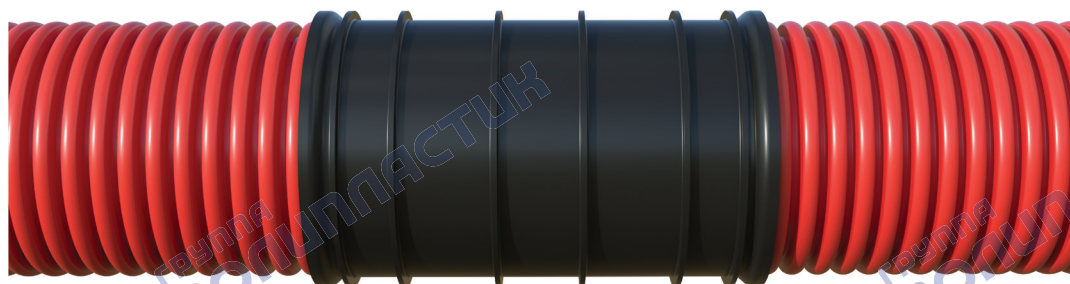

Рисунок 18 – Общий вид готового соединения трубы с муфтой на защелках
- аналогично соединить вторую трубу (рисунок 18).